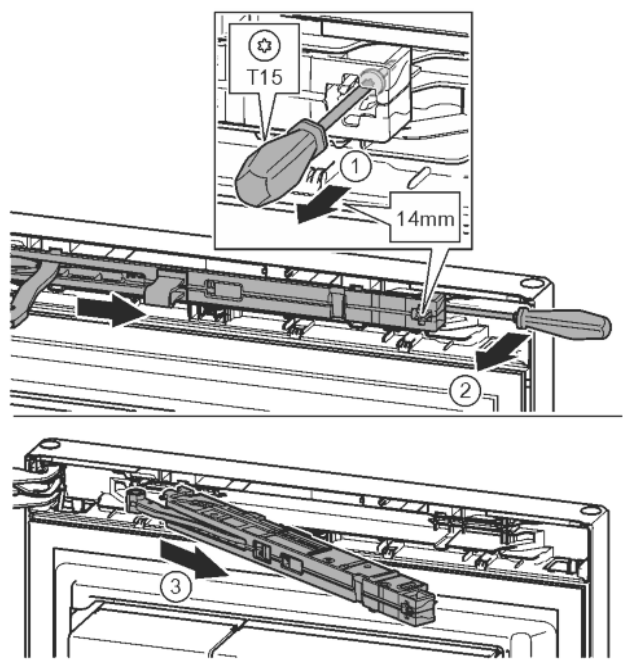

Fig. 12
- Šroub na jednotce tlumiče zavírání povolte šroubovákem T15 o cca 14 mm. Fig. 12 (1)
- Šroubovákem na straně madla zajed'te za jednotku tlumiče zavírání a otočte ji dopředu. Fig. 12 (2)
- Vytáhněte jednotku tlumiče zavírání. Fig. 12 (3)